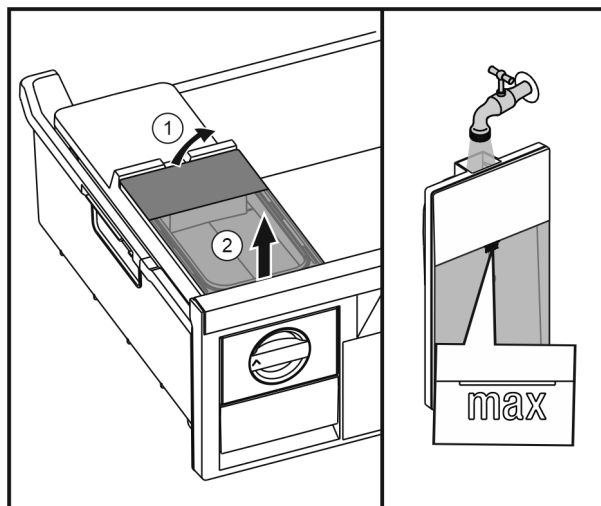

Fig. 46
- Nadvihnite nádržku na vodu zozadu Fig. 46 (1) a odoberte ju nahor Fig. 46 (2).